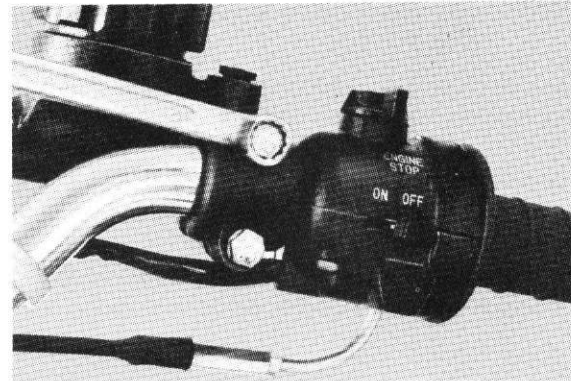

Fig. 29
- 3) Remove the two master cylinder mounting bolts, and remove the master cylinder from the handlebar. (Fig. 29)
- 3) Retirer les deux boulons de fixation du maître-cylindre, puis enlever ce dernier du guidon. (Fig. 29)
- 3) Die beiden Befestigungsschrauben des Steuerzylinders entfernen und Steuerzylinder vom Lenker nehmen. (Abb. 29)